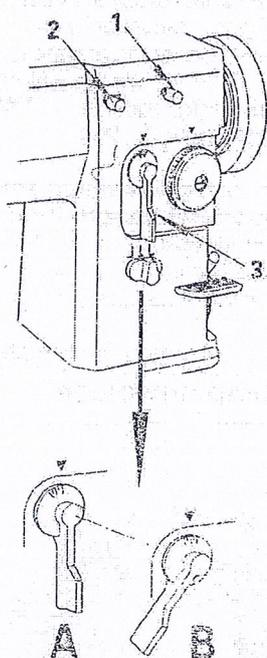

Fig.24.
Pour obtenir le minimum et maximum de jetée zigzag, en premier dévisser les vis moleté (2), figure 24, pour que le levier de réglage (3) retourne à son point 0. (voir A figure 24) et revisser les vis moletés (2).
Ensuite, dévisser la vis (1) figure 24, tourner le levier (3) dans le sens des aiguilles d'une montre, aussi loin que possible, et tout en maintenant la position (voir B, figure 24) revisser l'écrou (1).